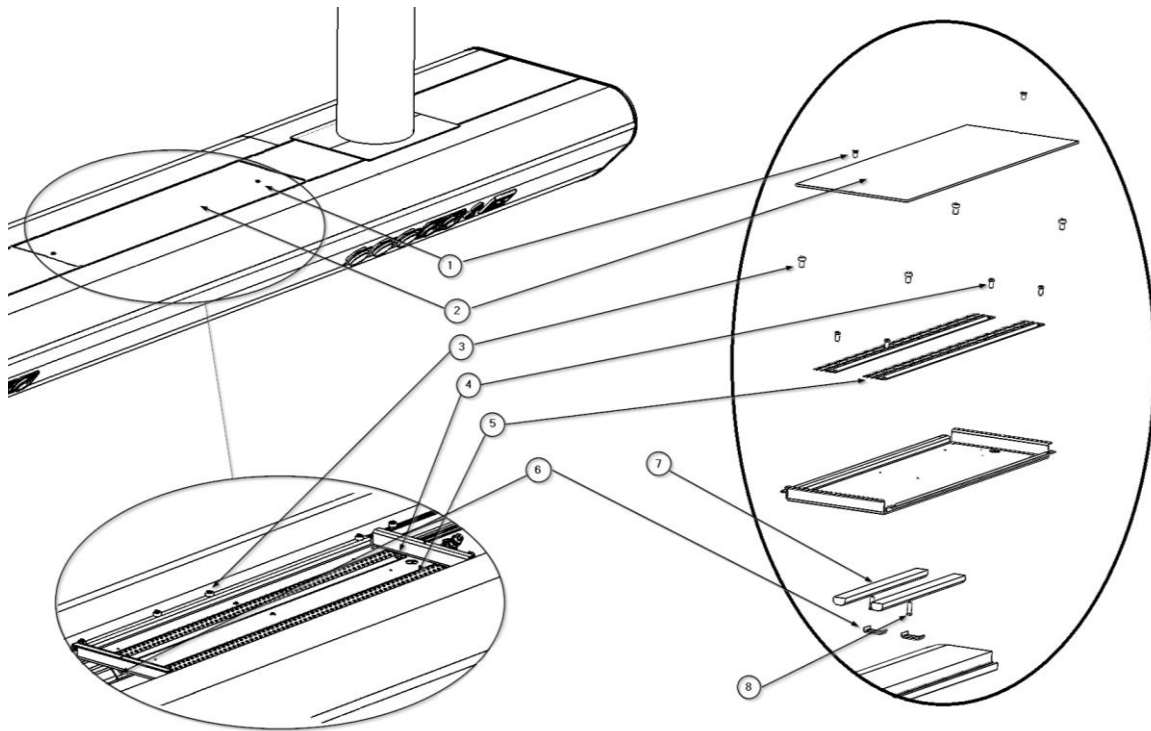

Abb. 4 Austausch der indirekten Beleuchtung
- Trennen Sie die Stromversorgung des Controllers ② von der Anschlussleiste.
- Lösen Sie die 2 Sechskantschrauben M4 x 8 ① DIN 7500 und nehmen Sie das Beleuchtungsmodul heraus. Die LED-Leiste ⑤ und ihr Schnellanschluss sind nun sichtbar. Siehe Abbildung 4.